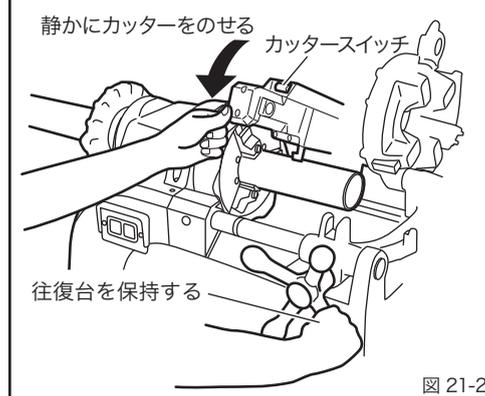

図 21-2
- ③パイプが回転をはじめたらカッターのスイッチを ON にして、カッターをせずにパイプののせてください。切れ目が入り安定するまで往復台は保持しておきます。(図 21-2)